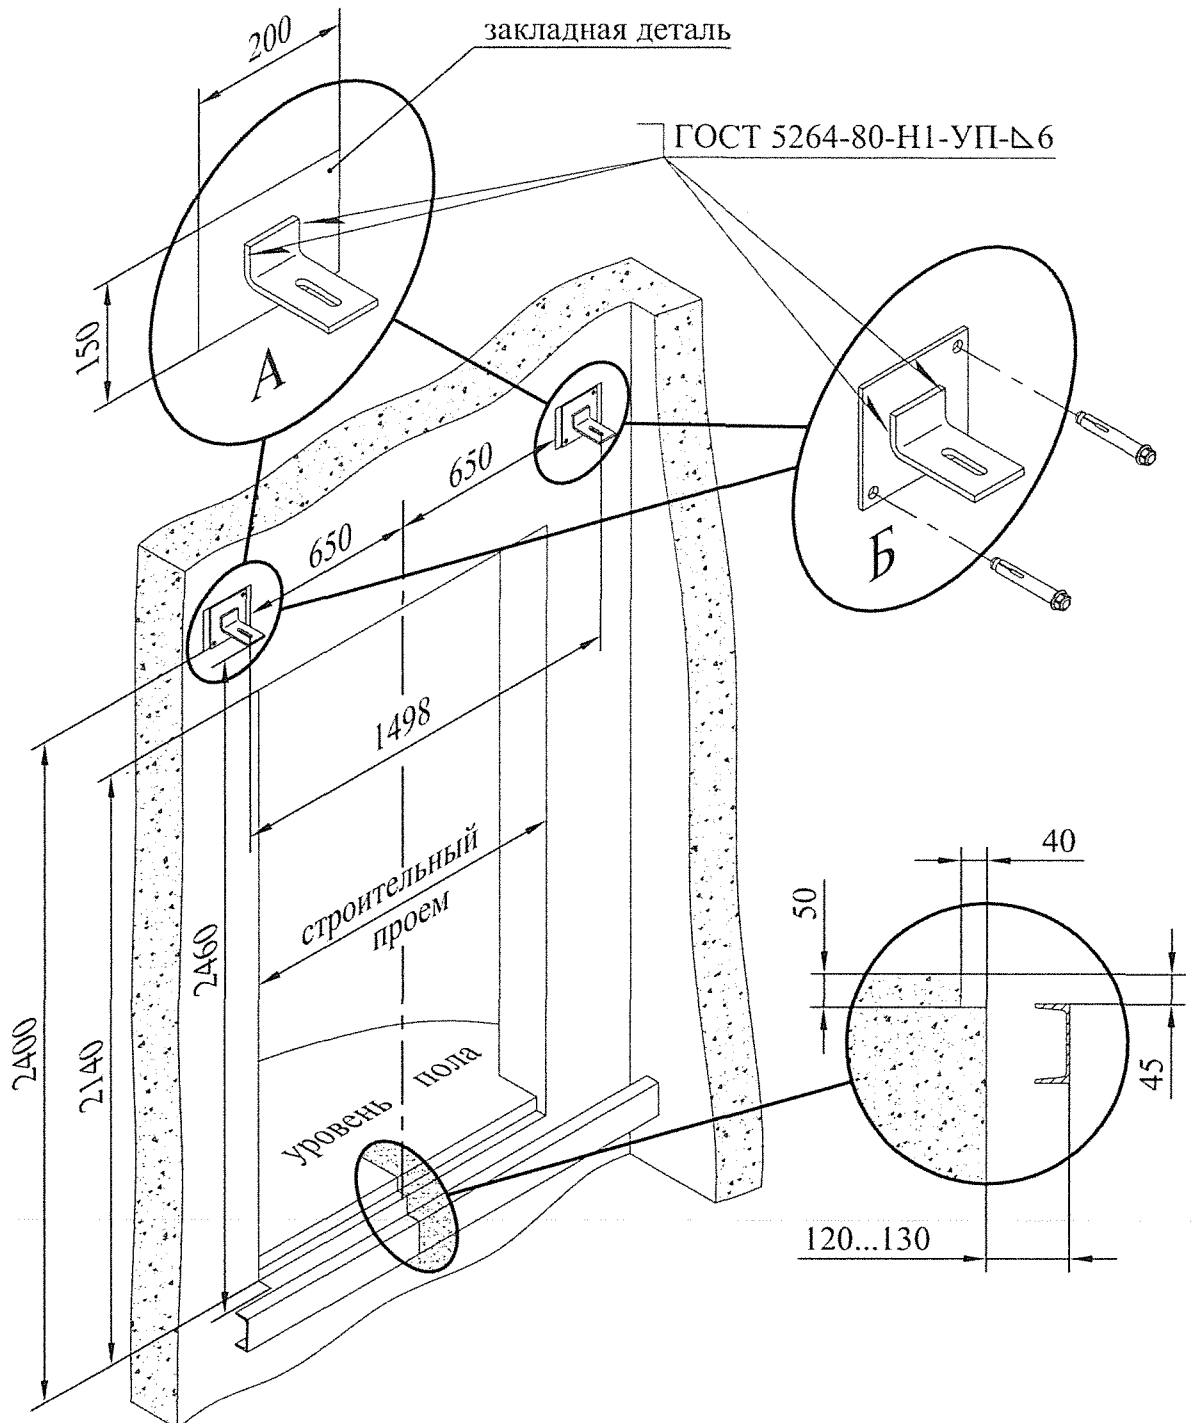

Рисунок 1 – Установка крепежных уголков в шахте
- приваркой уголков к закладным деталям (см. рисунок 1, А);
- установкой пластин на дюбеля (анкерные болты) с резьбой М12 и приваркой уголков к пластинам (см. рисунок 1, Б);